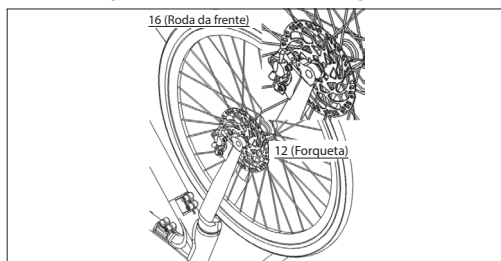

Figura 4-3
- Coloque a roda dianteira na forquilha dianteira, certificando-se de que encaixe cuidadosamente o disco entre as pinças de travão, como mostra a **Figura 4-3**.